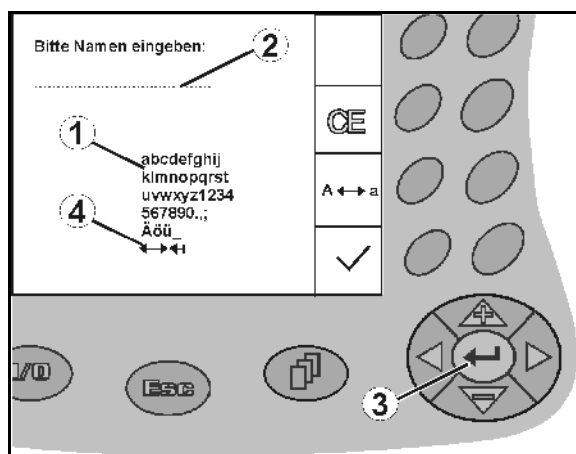

Fig. 12
Hvis det trengs inntasting av bokstaver eller tall på **AMATRON⁺**, vises inntastingsmenyen (Fig. 12).
I nedre del av displayet vises et valgfelt (Fig. 12/1) med bokstaver, tall og piler som brukes til å bygge opp inntastingslinjen (Fig. 12/2) (tekst eller siffer).
eller sifre i valgfeltet (Fig. 12/3).
-  Bruke valget (Fig. 12/3).
Pilene ↔ i valgfeltet (Fig. 12/4) gjør det mulig å flytte rundt i tekstlinjen.
Pilen ← i valgfeltet (Fig. 12/4) sletter siste inntasting.